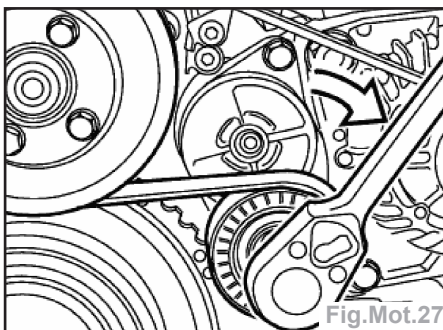

Fig.Mot.27
- Détendre la courroie (Fig.Mot.27).